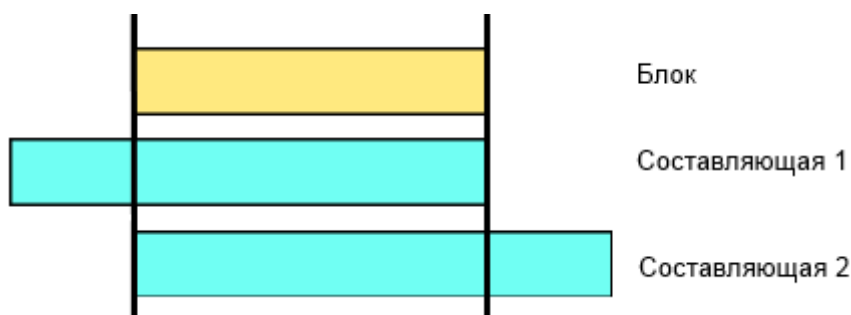

Рисунок 13.36 – Заявки на блок и составляющие, сроки ремонта которых пересекаются со сроком ремонта блока
- 3) Поданы заявки на блок и составляющие, сроки ремонта которых пересекаются со сроком ремонта блока (Рисунок 13.36), при этом: